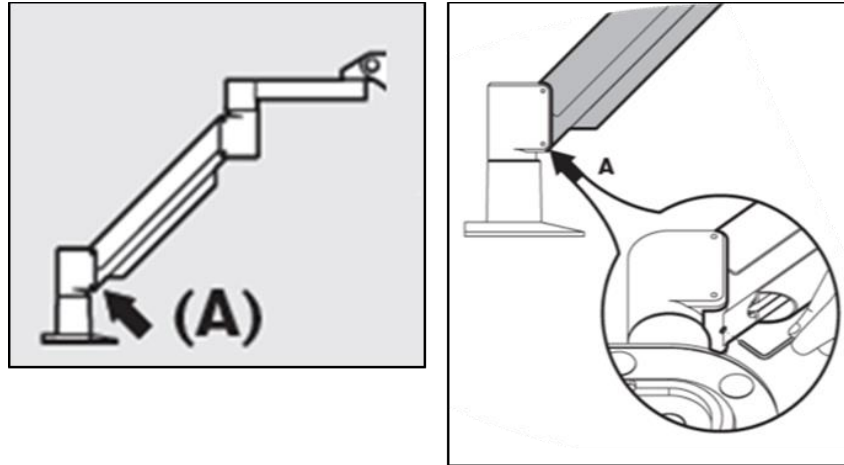

Figure 4-5. Desserrer la vis de réglage de contrepois A
- Si le bras **s'affaisse lentement**, relevez-le au maximum de sa plage de mouvements et desserrez la **vis de réglage de contrepois A** en la tournant d'au moins un ½ tour. Utilisez une clé Allen 3/32. Voir la figure 4-5.
- Soulevez le bras dans sa position la plus élevée et serrez **la vis de réglage de contrepois A** jusqu'au contact, puis serrez de $\frac{1}{2}$ à $\frac{3}{4}$ de tour maximum. Voir la figure 4-5.